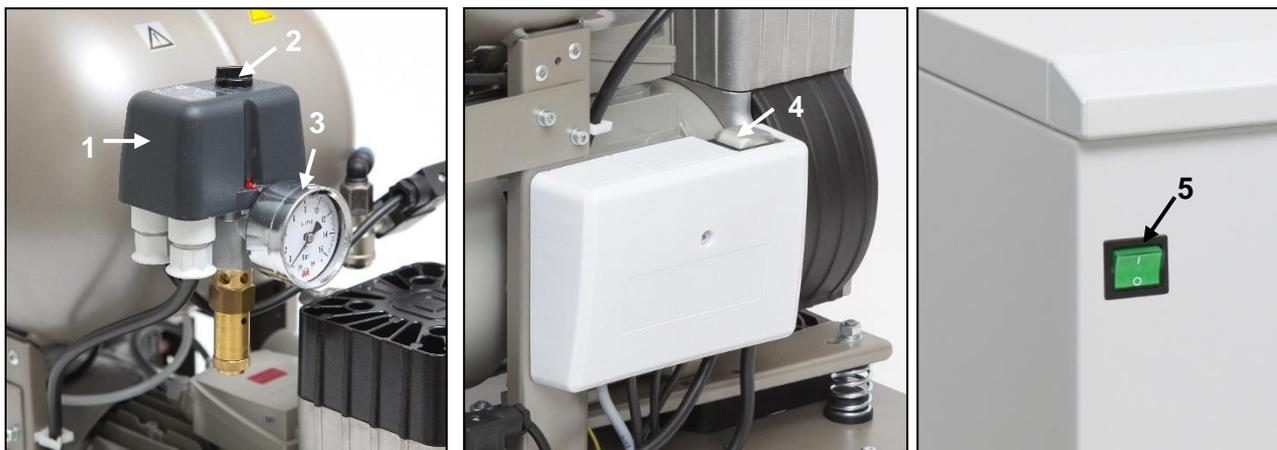

Рис. 9
- Проверьте автоматический выключатель: он должен находиться в положении I. Если выключатель (4) находится в положении 0, поверните его в положение I (рис. 9).
- Для компрессоров DK50-10 S/M (рассчитанных на давление 8–10 бар): поверните выключатель (5) на передней стенке шкафа в положение I. Зеленый индикатор показывает рабочее состояние устройства (рис. 9).
(рис. 9)